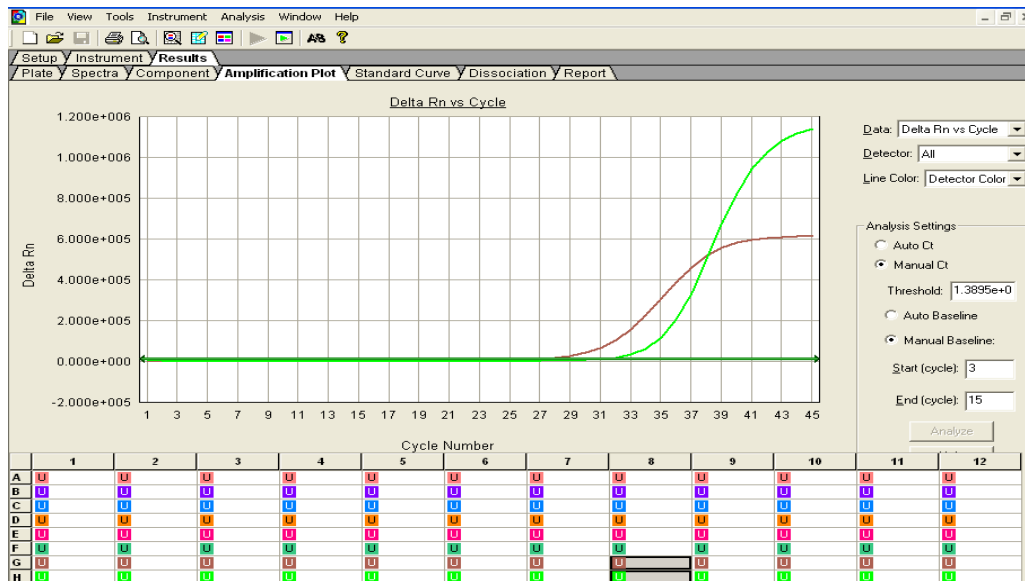

Figura 23.- Muestra positiva para Rhinovirus.
- l) **Rhinovirus (HRV)**: Se reportará un resultado positivo al observar una sigmoide en los detectores con **Curva de amplificación “Café”**: Fluorocromo para la detección de Rhinovirus. **Curva de amplificación “Verde Fluorescente”**: Fluorocromo para la detección de RP. (Figura 23).